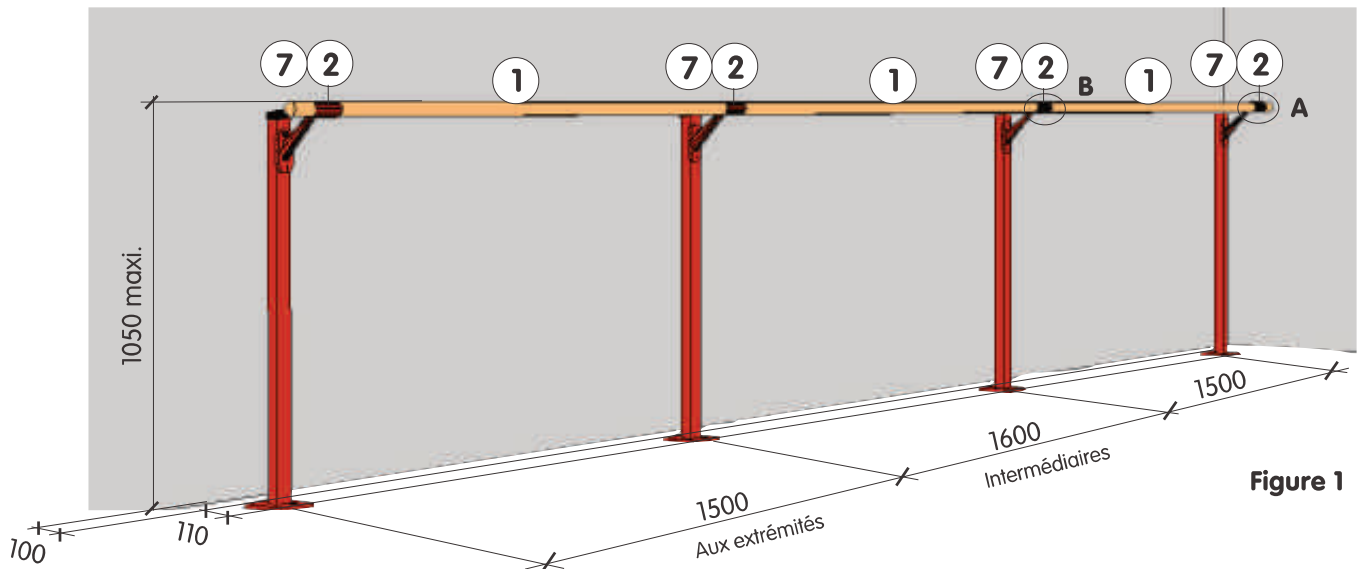

Figure 1
I. Préparation des fixations au sol (Fig.: 1) :
- 1/ Repérer au sol les entraxes des supports de potences (7) : 1500 mm aux extrémités et 1600 mm au milieu (potences intermédiaires).
- 2/ Tracer au sol la position des fixations (sur 2 lignes parallèles espacées de 110 mm) à 100 mm du mur, où viendront se fixer les supports réglables (7).
II. Réalisation des fixations au sol (Fig.: 1 & 2) (2 personnes conseillées) :
III. Montage et fixation des barres à danser (Fig.: 1, 3 & 4) (2 personnes conseillées) :